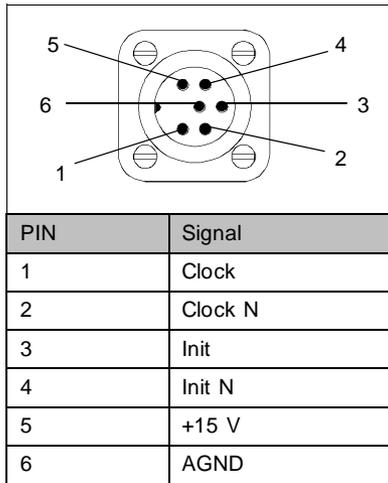

Bild 11/Fig. 11
- Verkabeln Sie den Erdungsanschluß (10) mit Erdpotential.
- Verkabeln Sie den Meßsystemanschluß mit dem Achscontroller SPC 100. Hierzu ist nur das Originalkabel zu verwenden. PIN-Belegung siehe Bild 11.
Only the original cable may be used here. For pin assignment see Fig. 11.